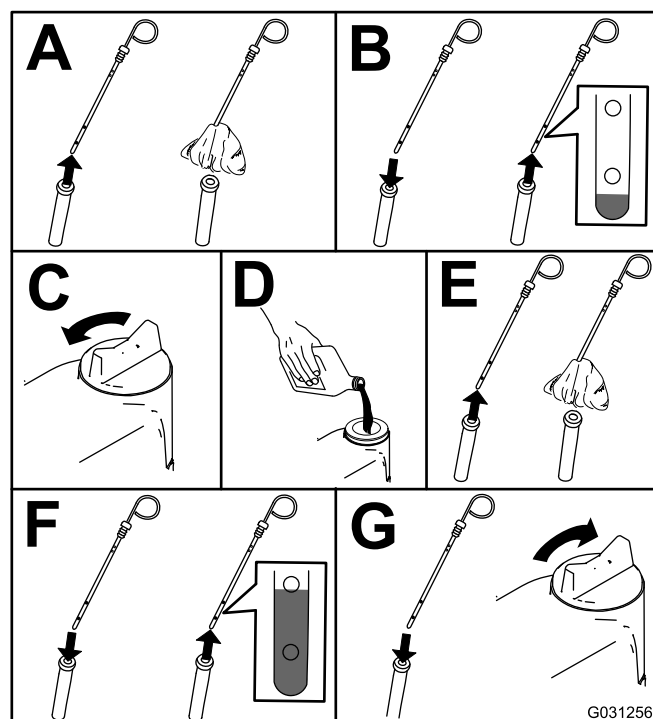

Figure 49
2. Contrôlez le niveau d'huile moteur; voir Figure 49.